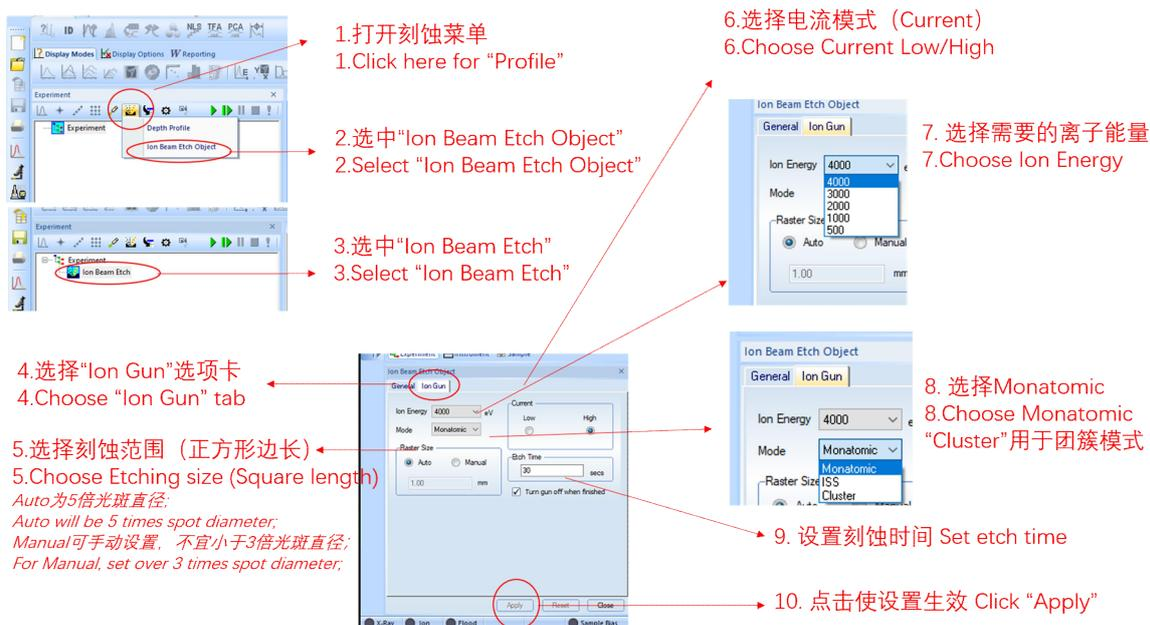

图 16 氩离子刻蚀设置步骤
- (2) 参照图 16, 插入离子刻蚀命令并设置需要的刻蚀条件, 然后正常运行实验即可;